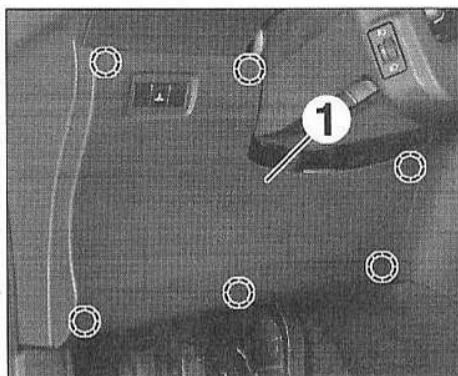

FIG. 17
- la garniture genoux conducteur (1) (Fig. 17),